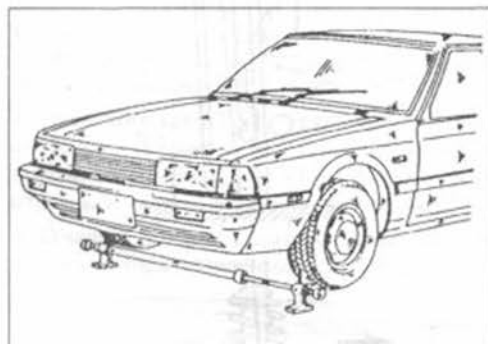

Рис.197.
- Установить подходящее схождение передних колес на бортовых закраинах обода или посередине колес, как это показано на рис.197, и установить шкалу на нуль. Местоположение схождения обозначить мелом.